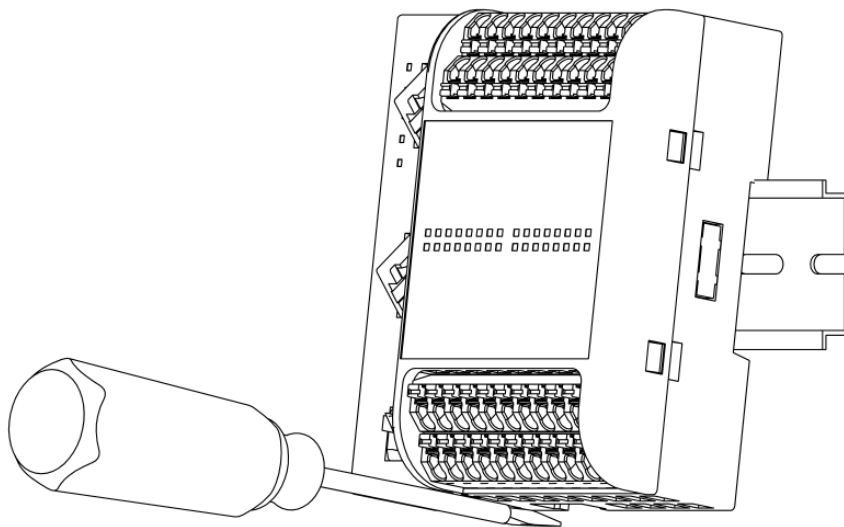

图 3-3 模块的拆卸
- 2、并轻轻将模块往外拉出与 DIN35 导轨形成一个角度，然后将模块网上推出，如图 3-3 所示。